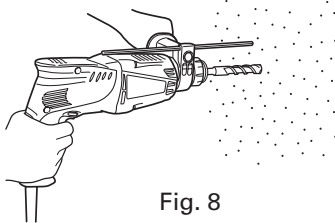

Fig. 8
- (1) Montar la broca.
- (2) Presionar el interruptor de gatillo después de poner la punta de la broca en la posición para taladrar. (Fig. 8)
Quando la broca toque una barra de hierro de construcción se detendrá inmediatamente y el martillo perforador tenderá a girar. Por lo tanto, sujetar el mango lateral y sostenerlo firmemente como se ilustra en la Fig. 8.